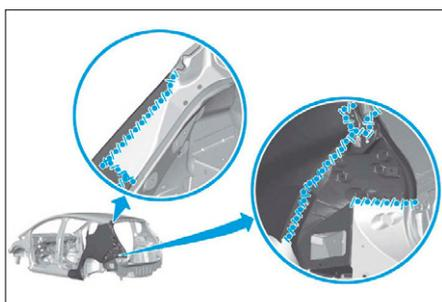
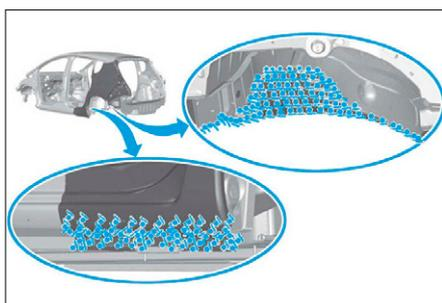
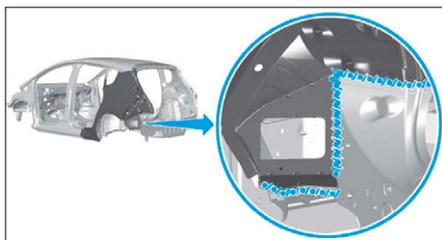

FIG. 173
FIG. 174
FIG. 175
- une couche d'impression phosphatante sur les zones mises à nu (Fig.173), (Fig.174) et (Fig.175),